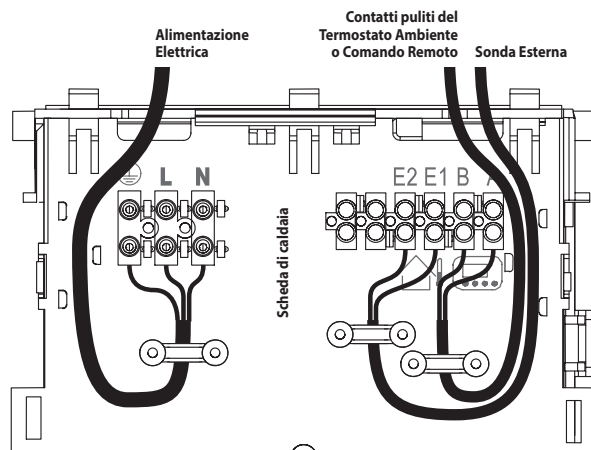

Figura 4.10
- Collegare il cavo di alimentazione elettrica all'interruttore onnipolare rispettando la corrispondenza della linea (filo marrone) e del neutro (filo azzurro) (Figura 4.10).
Per il collegamento di un termostato ambiente servirsi dei morsetti indicati in Figura 4.10.
I conduttori elettrici del termostato ambiente vanno inseriti tra i morsetti "A e B" come in Figura 4.10.